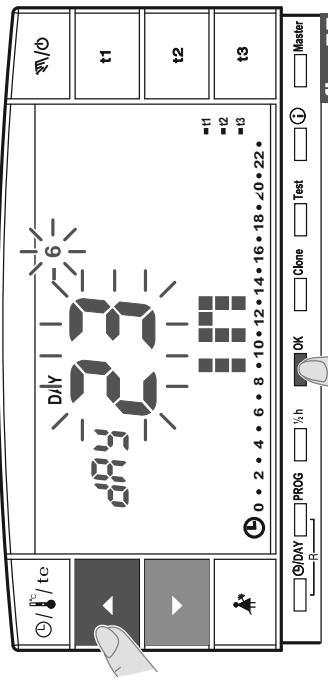

fig. 55
• Confermare premendo il tasto **OK** (fig. 55).